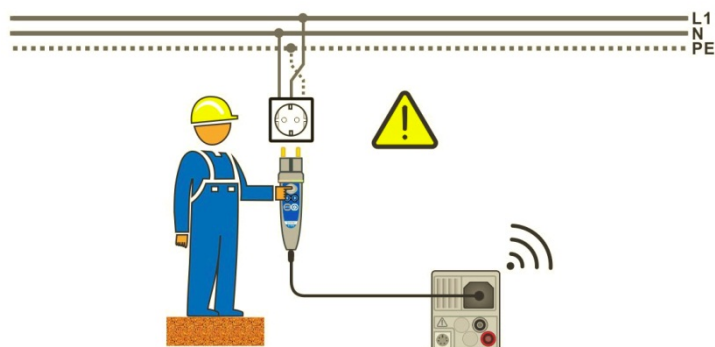
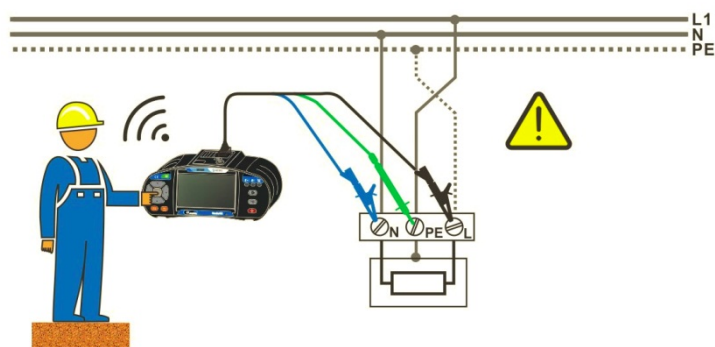

Abbildung 1.1: Vertauschte Leiter L und PE (Commander-Prüfstecker)
Abbildung 1.2: Vertauschte Leiter L und PE (Anbringung der Dreileiter-Prüfleitung)
- › Schließen Sie die Prüfleitungen am Prüfling an, siehe Abbildung 1.1 und Abbildung 1.2.